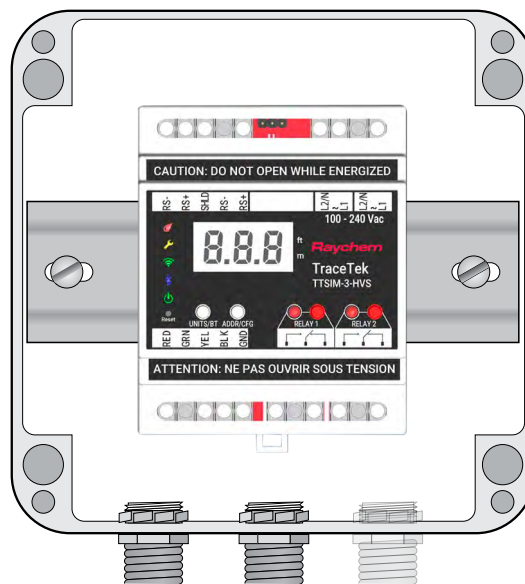

Abbildung 2: Montage im NEMA-4X-Gehäuse
- Eine typische Installation im Freien oder in rauer Umgebung erfordert bis zu drei Öffnungen im Raychem TraceTek TTSIM-ENC-Gehäuse: eine für die Zuleitung von Versorgungsspannung und Telemetrie, eine für die Ableitung von Versorgungsspannung und Telemetrie sowie eine für die Anschlussleitung des Sensorkabels. Siehe Abbildung 2.